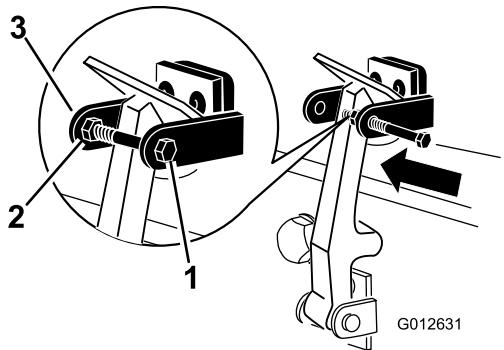

図 9
7. フードロックブラケットのもう一方のアームにボルトを取り付けてラッチを固定する図9。